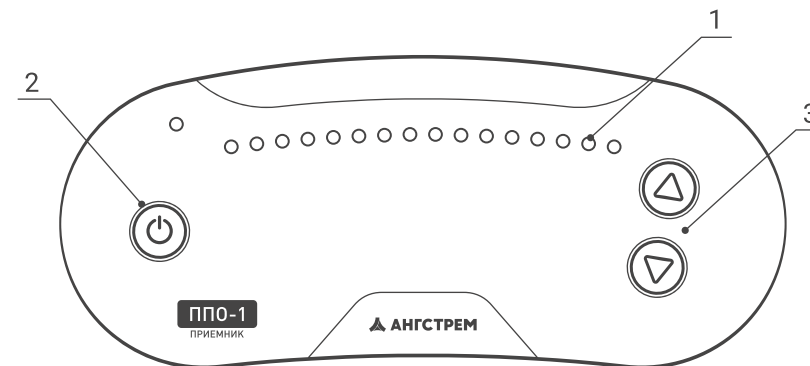

Рисунок 1 – Передняя панель приемника ППО-1
- Индикатор – шкала из 16 светодиодов (Рис. 1). Назначение индикатора визуальный контроль уровня усиления, уровня принимаемого сигнала, направления вектора сигнала, уровня заряда аккумуляторной батареи (АБ) – в зависимости от выполняемой функции.
2. Кнопка  включения/выключения питания приемника (Рис. 1). *Включение* – нажатие кнопки в течение более 2,5 сек. В течение этого времени шкала заполняется последовательно загорающимися, начиная с крайнего левого разряда, зелеными светодиодами. После заполнения всех разрядов шкалы светодиоды гаснут и в крайнем правом разряде загорается желтый светодиод, индицирующий включенное состояние приемника. *Выключение* – нажатие кнопки в течение более 2,5 сек. По истечении этого времени во всех разрядах шкалы загораются красные светодиоды, последовательно гаснущие, начиная с крайнего правого разряда шкалы, до погасания всех светодиодов.